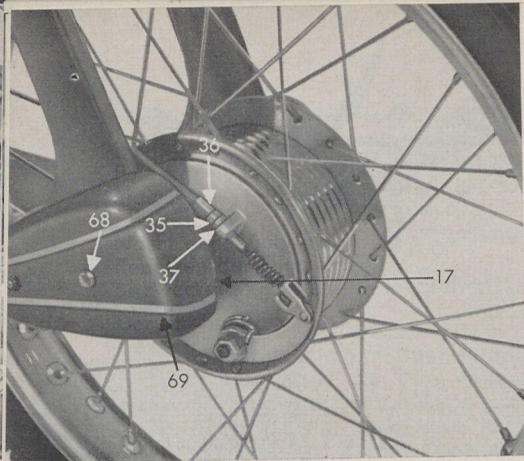

Bild 8
- Beidseitiges Herausdrehen der Befestigungsschrauben 68 (Bild 8) und Abnehmen der Zierkappen 69